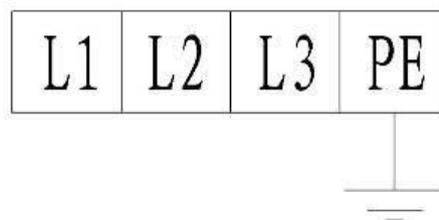

Figura 11
- Os cabos de alimentação da ligação trifásica - 5 pólos (5 × 2,5 mm²) têm de ser ligados aos terminais L1 #, L2 # L3 # e N #, localizados no interior da caixa de controlo, figura 11,
- O cabo PE deve ser ligado ao terminal marcado, figura 11.